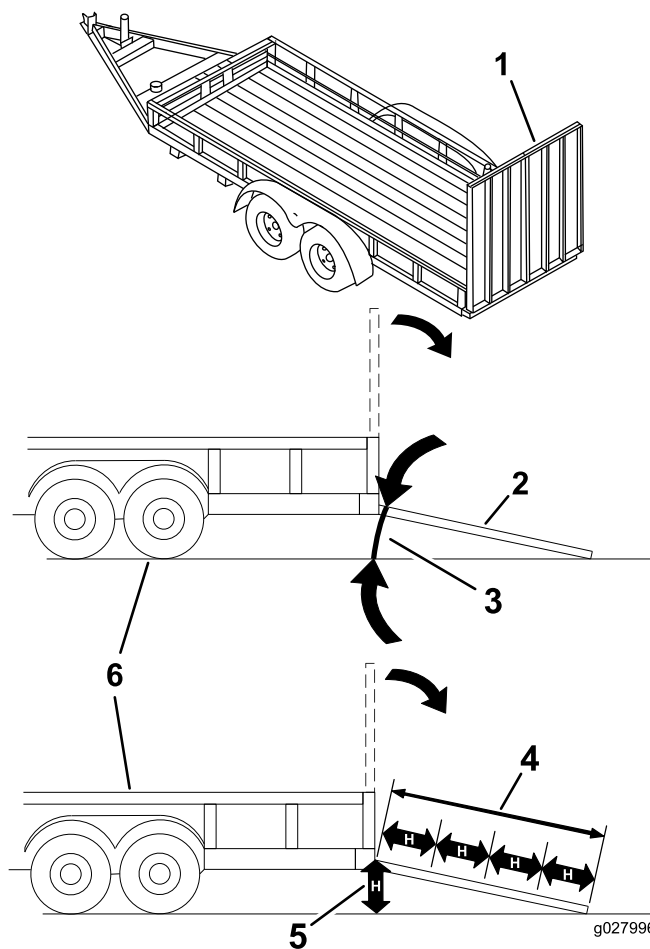

Figura 14
Încărcarea unei mainii pe o remorcă sau un camion crește riscul de răsturnare și poate cauza răni grave sau moartea (Figura 14).
3. Coborâi rampa, asigurându-vă că unghiul dintre rampă i sol nu depășete 12 grade (Figura 14).
1. Coborâi rampa, asigurându-vă că unghiul dintre rampă i sol nu depășete 12 grade (Figura 14).